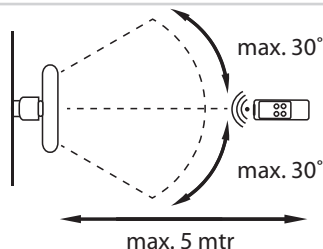

Figura 3
- La distancia entre el aparato y el mando a distancia que, nt ser más de 6 metros. (Vedi Figura 3).
- Apunte el mando a distancia hacia el aparato y asegúrese de que el ángulo es menor de 30 grados. (Vedi Figura 3).